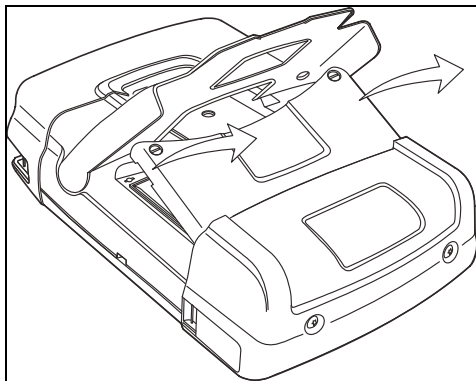

図 48. バッテリーカバーの取り外し
4. バッテリーカバーを持ち上げて取り外します (図 48)。